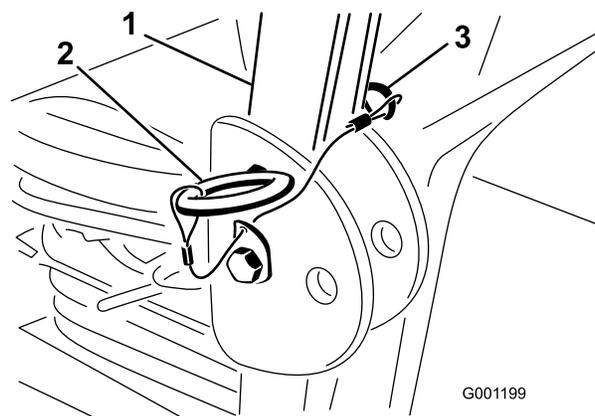

Figura 30
1. Para bajar la barra antivuelco, retire las chavetas y los dos pasadores (Figura 30).
3. Instale los dos pasadores y sujételos con las chavetas (Figura 30).
4. Para elevar la barra anti-vuelco, retire las chavetas y los dos pasadores (Figura 30).
5. Eleve la barra anti-vuelco a la posición vertical, instale los dos pasadores y sujételos con las chavetas (Figura 30).